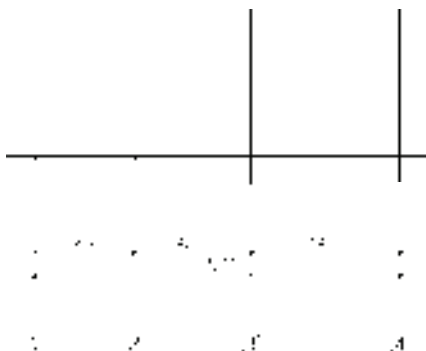

图 2-90 调整引线位置
8) 松开鼠标, 完成引线位置的移动结果如图 2-90 所示。